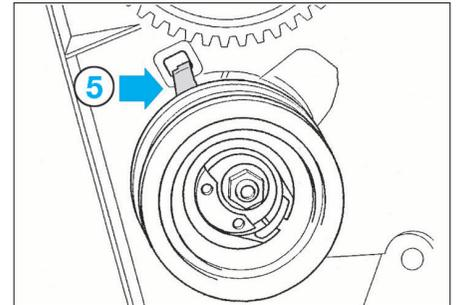

FIG. 21
- Resserrer l'écrou (4) à la main.
Lors du remplacement de la courroie de distribution, remplacer également les galets. Veiller à engager l'ergot (5) du galet tendeur dans le carter distribution (Fig.21) et ensuite à l'immobiliser comme lors de la dépose avec l'outil [4].